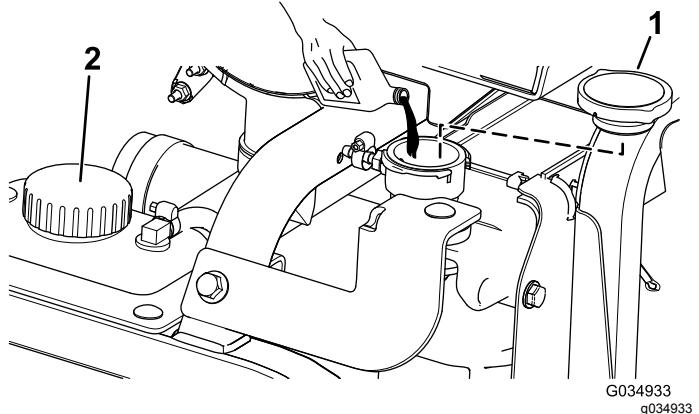

Рисунок 119
- Залейте охлаждающую жидкость в радиатор так, чтобы ее уровень доходил до кромки заливного отверстия (Рисунок 119).